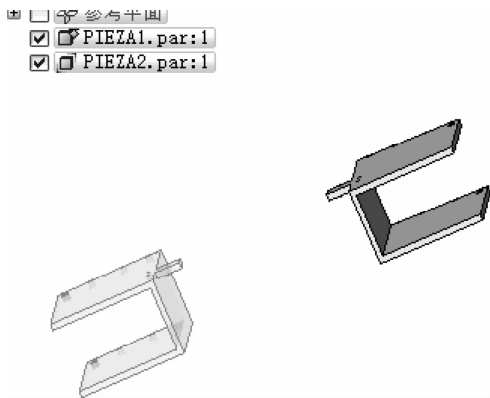

图 8-6 零件 1 与零件 2 面匹配配合
(5) 为使接下来【零件 1】和【零件 2】的侧面面对齐顺利配合，使用鼠标滚轮可以调整视图大小，使用鼠标左键按住并拖动鼠标可以调整视图方向，调整视角，如图 8-6 所示。